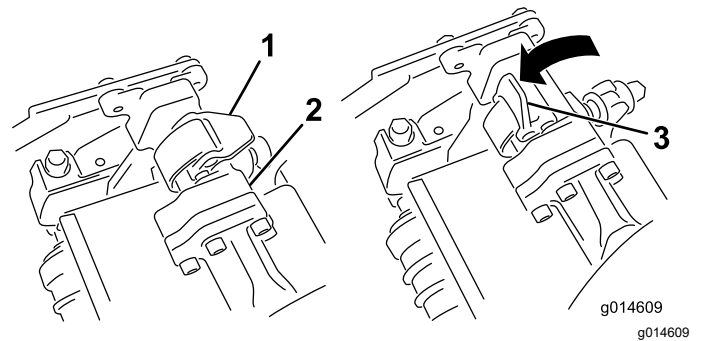

Figura 48
4. Feche as travas para baixo e ao redor da barra da unidade de corte e trave-as no lugar (Figura 48).
- Abra as travas na barra do braço de suspensão da unidade de corte que você está removendo (Figura 48).